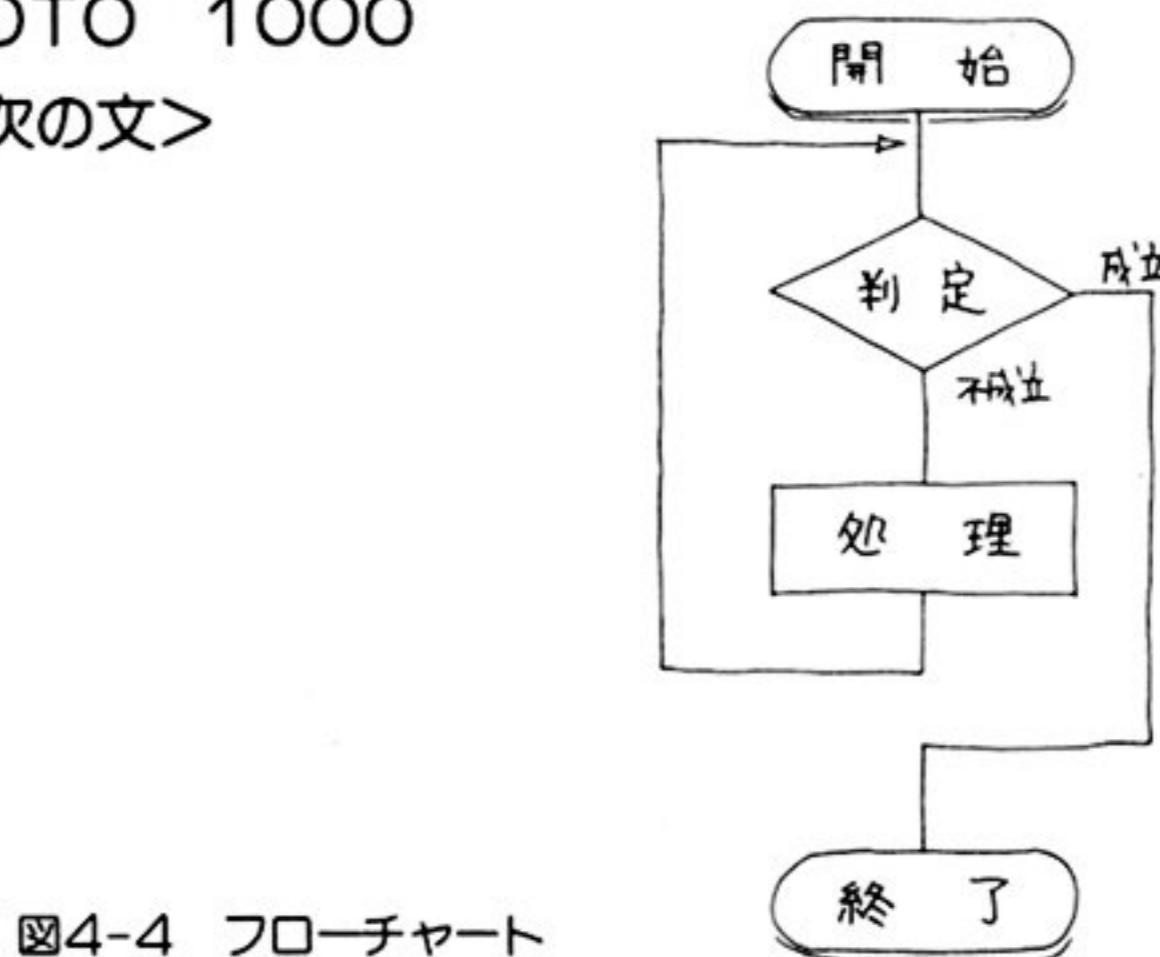

図4-4 フローチャート
① 条件が成立していれば、<文>を1回も実行しなくていいときのループ(図4-4)